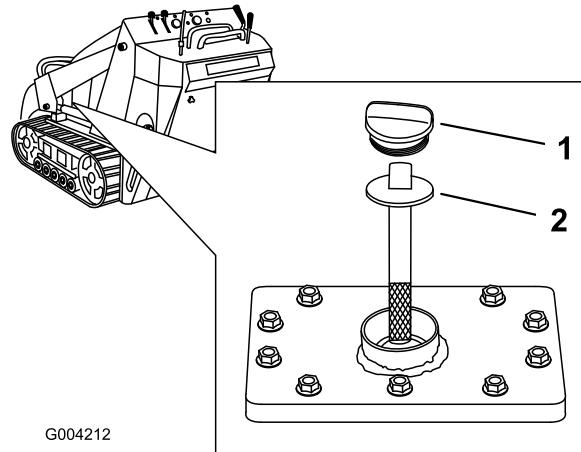

Figura 56
- Retire el tapón y la varilla del depósito hidráulico (Figura 56).